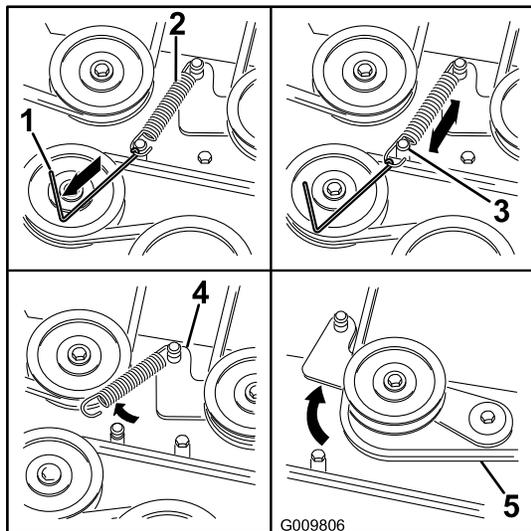

Figura 67
5. Usando una herramienta para la retirada de muelles (Pieza Toro N° 92-5771), retire el muelle tensor del espárrago de la carcasa para eliminar la tensión de la polea tensora (Figura 67).
8. Pase la correa nueva alrededor de las poleas del cortacésped y de la polea del embrague, debajo del motor (Figura 67).
9. Usando una herramienta para la retirada de muelles (Pieza Toro N° 92-5771), instale el muelle tensor sobre el espárrago de la carcasa para tensar la polea tensora y la correa del cortacésped (Figura 67).